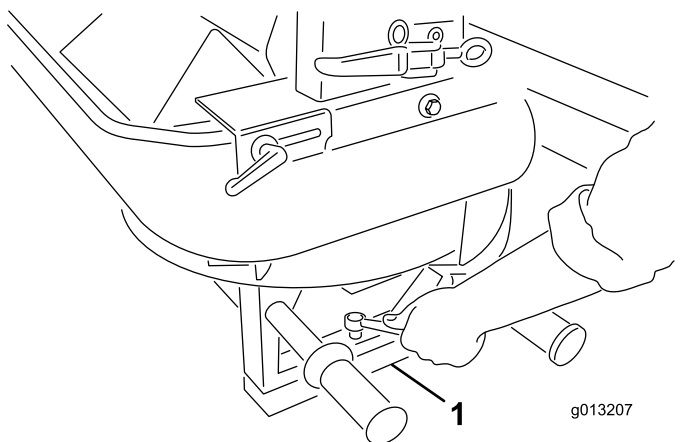

图6
5. 取下双甩盘腿上的 4 个螺丝。在伙伴的帮助下、提起双甩盘、并取下包装钉和包装泡沫 图6。